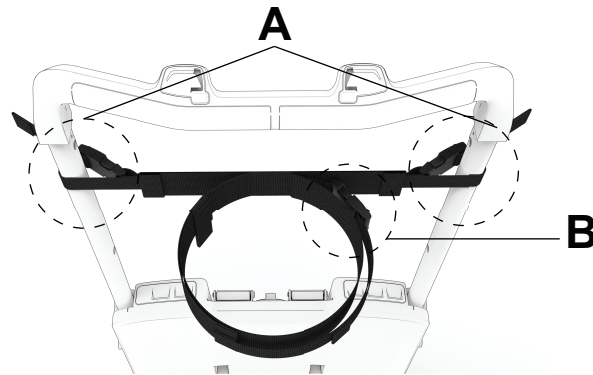

Figura 30 – Collegare le fibbie di sblocco laterali
1. Avvolgere le cinghie attorno alla barra di sostegno e collegare le fibbie di sblocco laterali (A) (Figura 30).
5. Avvolgere le cinghie attorno alla testa del paziente e collegare la fibbia di sblocco laterale (B) (Figura 30).